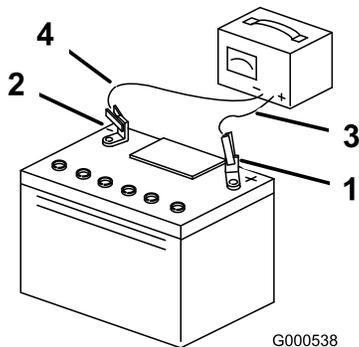

図 42
3. 充電が終了したら、コンセントからチャージャのプラグを抜き取り、充電器のリード線をバッテリー端子から外す **図 42**。